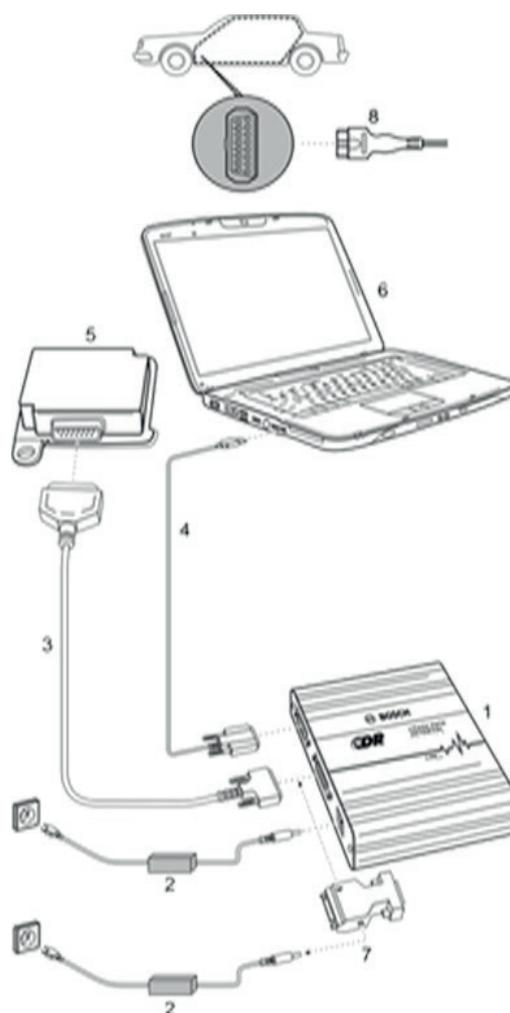

Fig. 2: Exemple de schéma de raccordement
**I** Certaines centrales de commande nécessitent un adaptateur en option pour leur alimentation en tension. Dans ce cas, un courant continu de 12 volts est nécessaire à l'adaptateur pour alimenter les centrales de commande et le CDR-Tool (voir la Fig. 2).